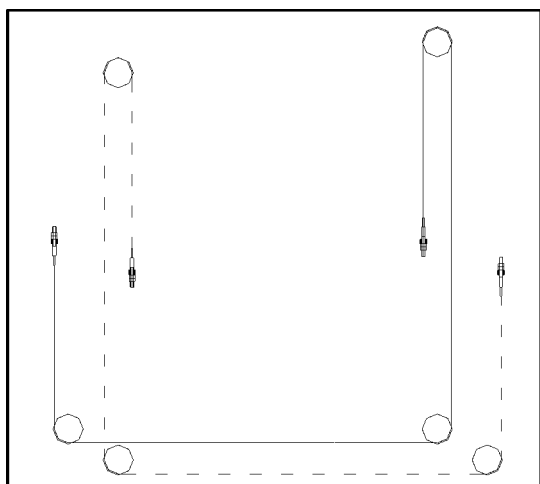

Fig. 29
- ◆ Installera balanskabeln enligt fig. 29. Kabeln kan även korsas från hålet i plattan innan de båda pelarna fästs.